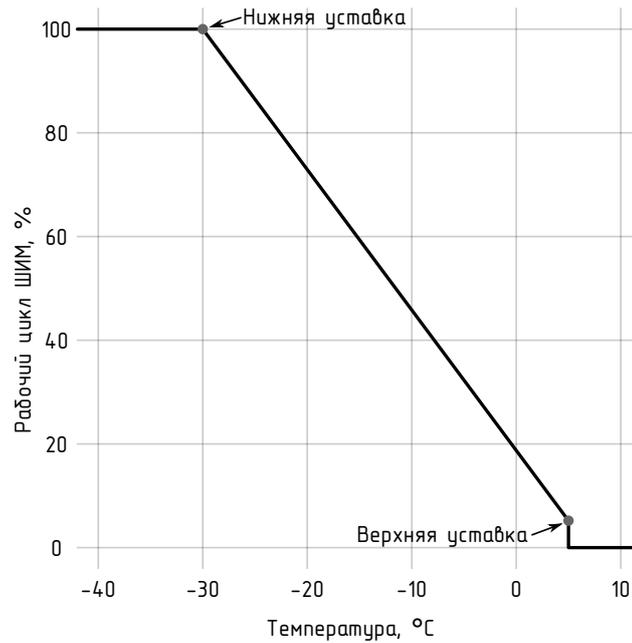

Рисунок 1.4 – Режим работы «Пропорциональный ШИМ»
- «**Пропорциональный ШИМ**» («**PWM Proportional**»). Длительность рабочего цикла ШИМ линейно интерполируется между верхней и нижней уставками в зависимости от показаний датчика(ов) температуры (см. рисунок 1.4). Для каждой уставки задаются температура и соответствующая длительность рабочего цикла;